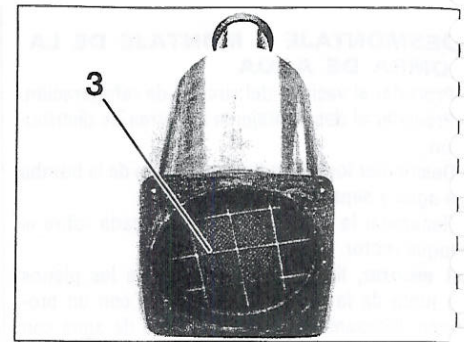

FIGURA 1-17
• Desmontar el cartucho (3) del filtro de partículas (figura 1-17).